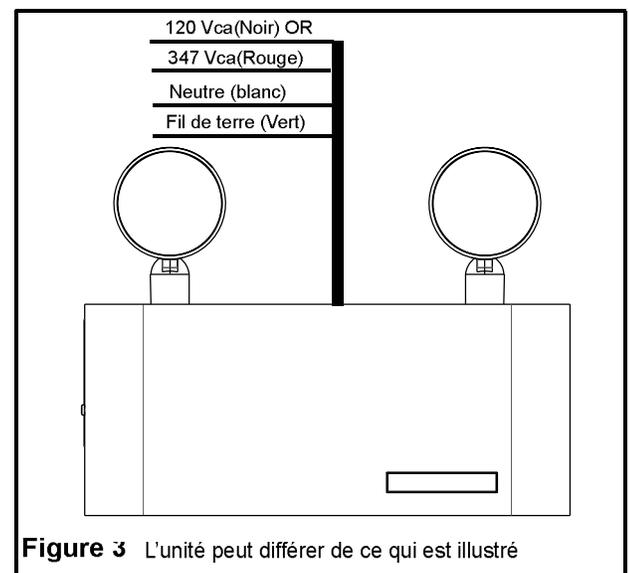

Figure 3 L'unité peut différer de ce qui est illustré
5. Effectuer les connexions adéquates : notre système peut accepter une tension d'alimentation de 120 V c.a. ou 347 V c.a. Raccorder les fils noir (120 V c.a.) ou rouge (347 V c.a.) et blanc (commun) à l'alimentation c.a. du bâtiment. Raccorder le fil de mise à la terre vert à la mise à la terre du bâtiment. Se référer à la figure 3.